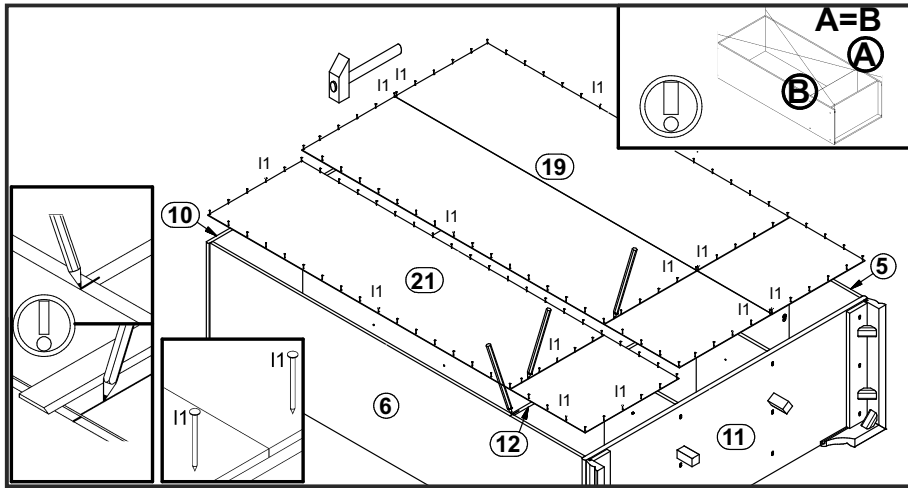

Рисунок 6
13. Положить корпус шкафа фасадными кромками вниз на ровную поверхность и выровнять его, измеряя рулеткой расстояние между противоположными углами по диагонали. Расстояния должны быть равными (см. рис. 6).
14. Закрепить стенку заднюю клеенную 19 и стенку заднюю 21 к корпусу шкафа гвоздями l1 с шагом 80-120 мм (см. рис. 6).